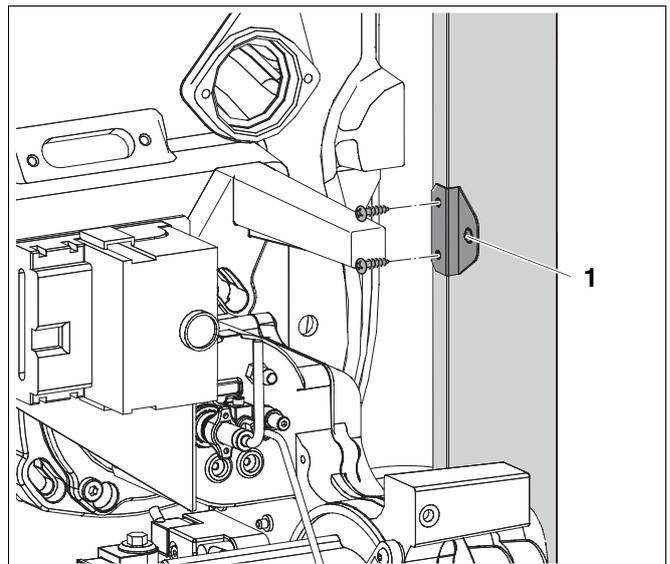

Рис. 43 Установка уголка на боковых стенках
- Установить уголок для крепления кожуха горелки на боковой стенке слева и справа (→ Рис. 43).